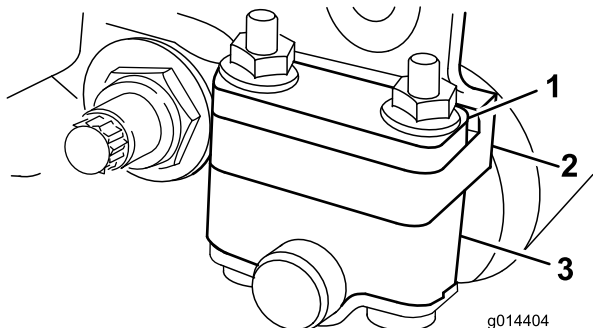
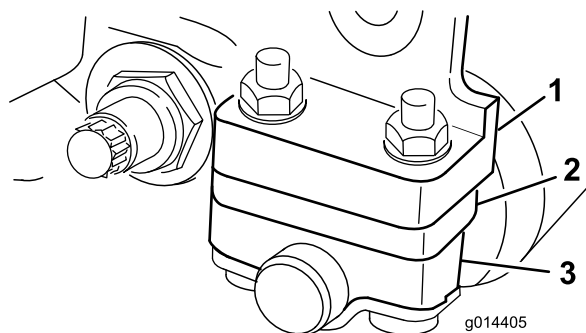

図 6
図 7
1. 使用する刈高範囲に合わせて後ローラブラケット図6または図7の取り付け位置を上位置または下位置に変更する。
刈高 1.6 - 6.4 mm の場合 スペーサをサイドプレート取り付けフランジの上にセット出荷時の設定する(図6)。
刈高範囲が 3 - 25.4 mm の場合 スペーサを取り付けフランジの下にセットする(図7)。